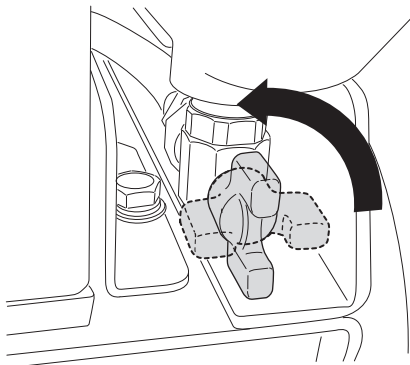

図 29
3. 水コックを開いてダイヤモンドブレードへ冷却水を送ります。(図29)